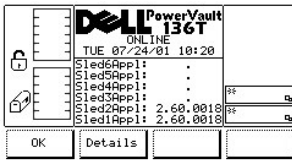

図 123. About > Details ダイアログ (第 2 画面)
- 1 Details ソフトキーの下にあるボタンを押すと、続きのダイアログが表示されます。図 123 を参照してください。